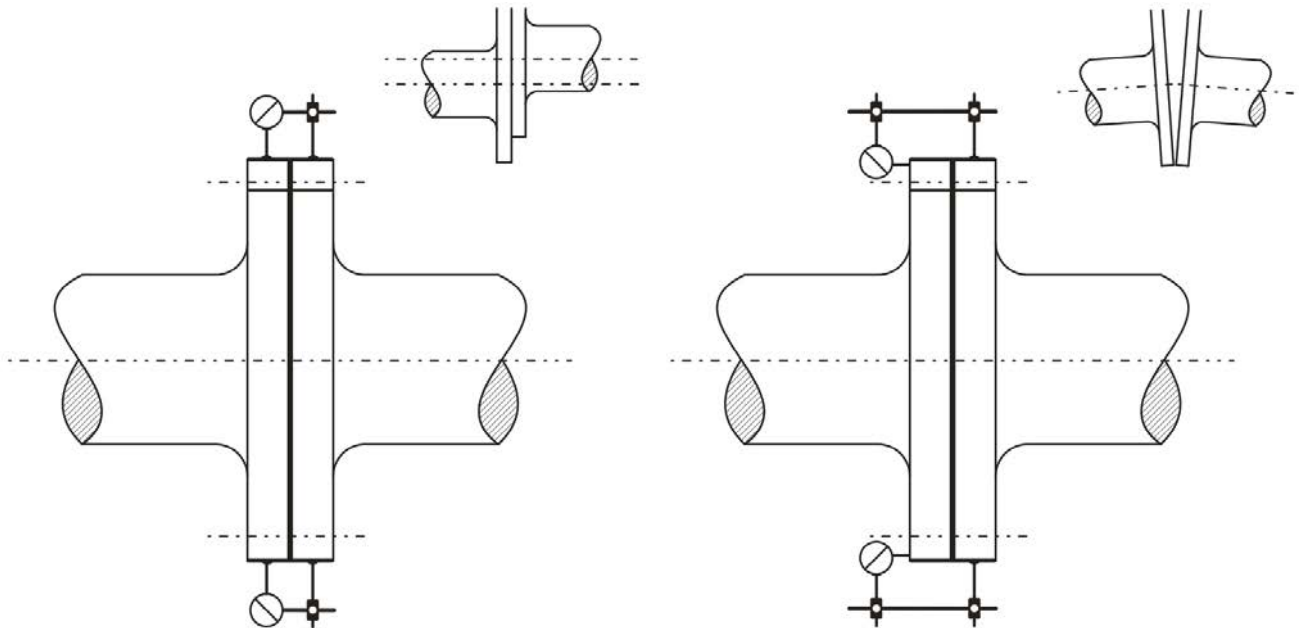

FIGURE 22. ALIGNEMENT AVEC DES COMPAREURS À CADRAN - 1 : ALIGNEMENT RADIAL, 2 : ALIGNEMENT ANGULAIRE
4. Si on utilise des comparateurs à cadran, ajuster leur échelle de sorte que la moitié environ soit disponible dans les deux sens. Contrôler la force du porte-comparateur à cadran afin de prévenir toute torsion éventuelle, cf. Figure 22 à la page 59.